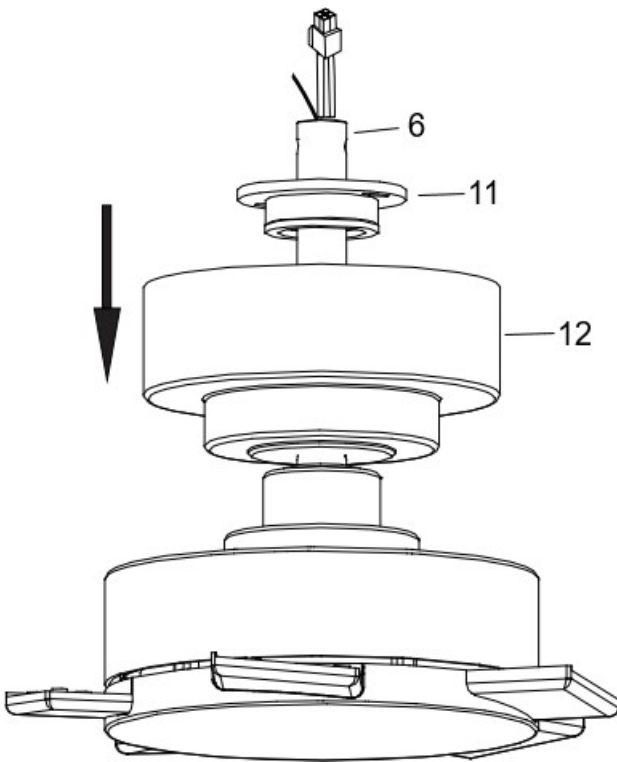

Рис. 4.6
7. Вставте козирок (12) та кронштейн козирка (11) на нижню тягу (6), встановіть кульовий шарнір (4) та штифт (3) назад на нижню тягу (6) і закріпіть його, затягнувши установочні гвинти (5). (Рис. 4.6 та Рис. 4.7)